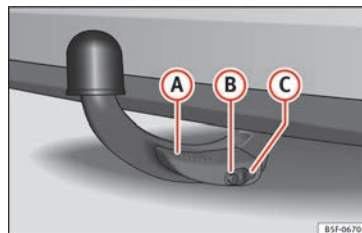

Bild 232 Borttagbar dragkrok ordentligt fastsatt
- Spaken **(A)** » bild 232 är helt upplyft.
- Utlösningbulten **(B)** » bild 232 sticker ut helt (rödgrön del synlig).
- Skyddet **(C)** » bild 232 är placerat över låset.